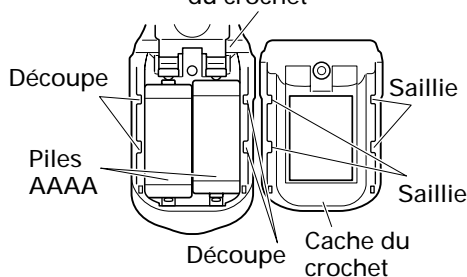

Fig. 16
- (2) Retirer les piles usées et insérer des piles neuves. Les aligner sur le crochet et disposer les bornes positive (+) et négative (-) correctement. (Fig. 16)